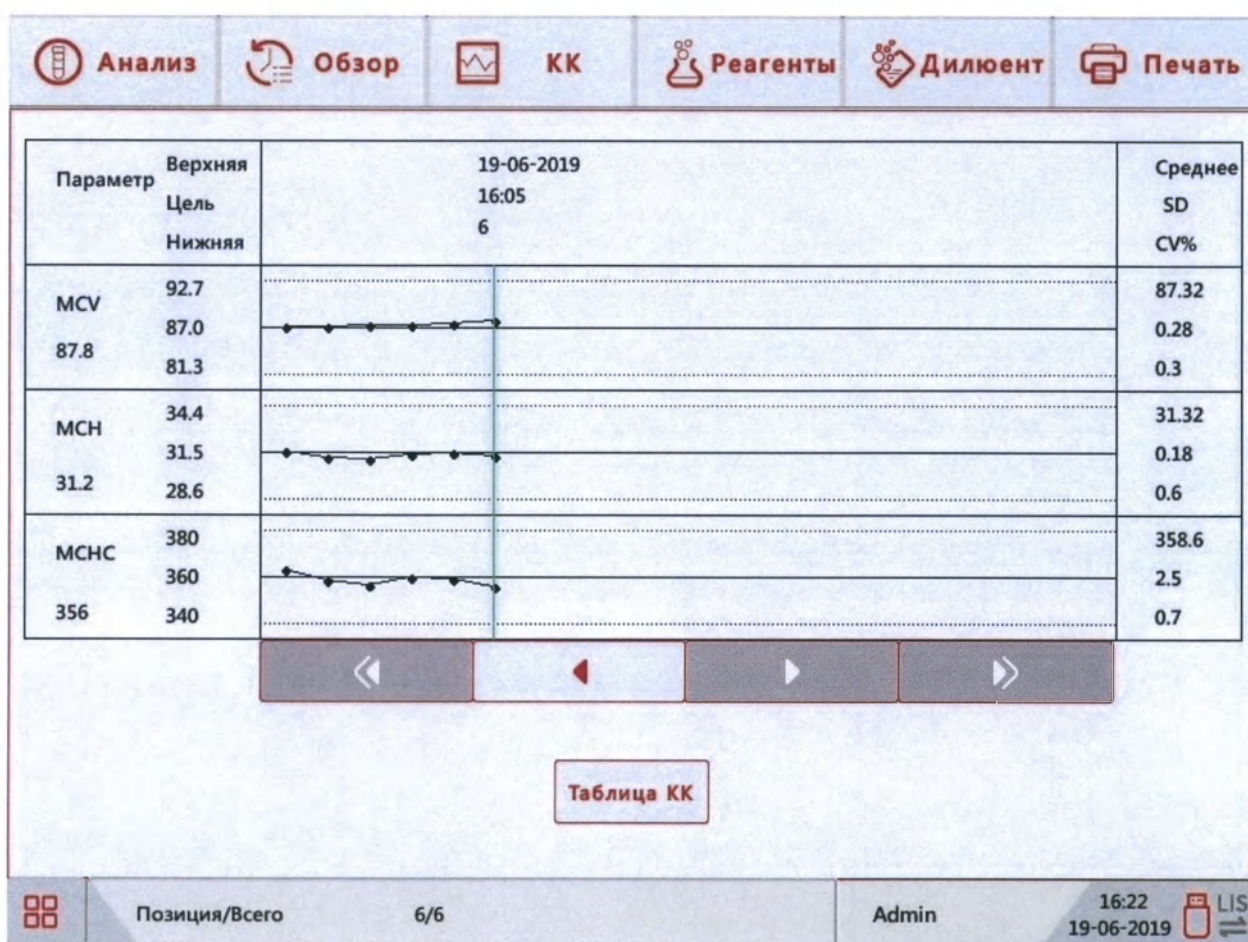

Рис.7.3-5 Экран с графиками X-V контроля качества
- 1) Войдите в пункт контроля качества «КК → X-V КК → График» системного меню анализатора, на экране появятся графики параметров MCV, MCH и MCHC, каждая точка которых рассчитана из выборки в 20 ... 200 проб пациентов (Рис.7.3-5).